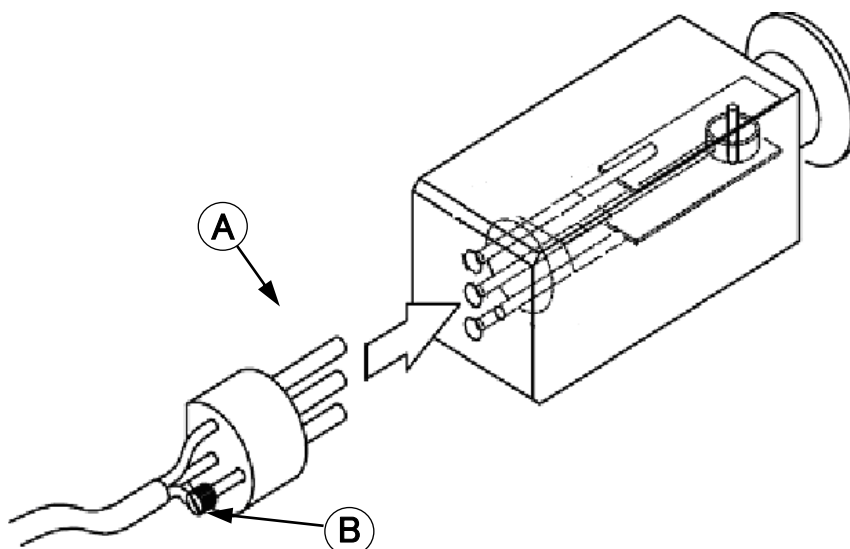

図 7 コネクタ取付1 (図は NW25 の場合)
(1) センサコネクタは、「図 7 コネクタ取付1」のように(A)奥まで差し込んでから、(B)ローレットネジで固定します。